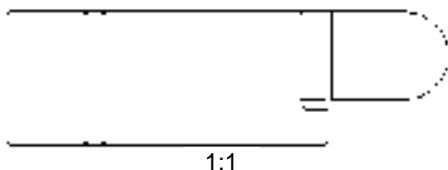

图 10.2.16 创建展开视图
(1) 单击“新建”按钮 , 在弹出的“新建”对话框中, 选中 类型 区域的  绘图单选项, 在 名称 文本框后输入文件名 sm; 取消选中 使用默认模板 复选框, 然后单击  确定按钮。
(2) 选取适当的工程图模板或图框格式。在系统弹出的“新建绘图”对话框中, 在 指定模板 区域选中 空 按钮; 在 方向 区域选择图纸的方向为“横向”, 再在 大小 区域选择图纸的 标准大小 为 A2; 单击  确定按钮。
(3) 在系统弹出的“打开表示”对话框中选择 主表示 选项, 然后单击  确定按钮。
Step2. 创建图 10.2.16 所示的展开视图。